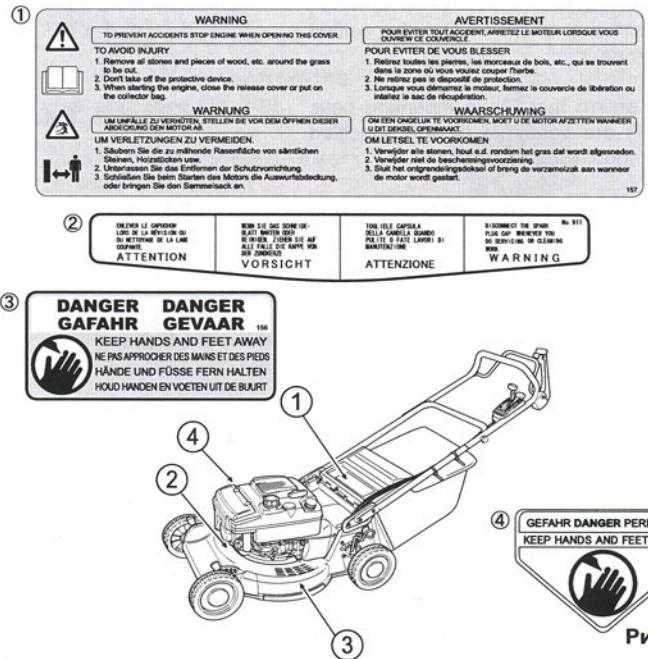

Рис. 1.
- Наклейки по безопасности закреплены на газонокосилке, как показано на рис. 1.